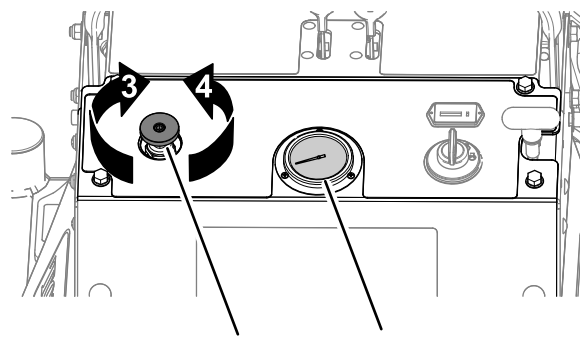

Figura 19
Nota: Primer uso: ajuste el control de la presión de los taladros de modo que el indicador de presión de los taladros (Figura 19) muestre 24 bar (350 psi).
- Gire el control de la presión de los taladros en sentido **antihorario** (Figura 19) para reducir la presión descendente y retirar un terrón **más corto**.
- Gire el control de la presión de los taladros en sentido **horario** (Figura 19) para aumentar la presión descendente y retirar un terrón **más largo**.